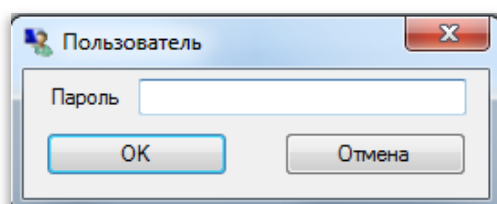

Рисунок 18 – Запрос пароля
2.6.2 При этом запрашивается ввод пароля* (см. рисунок 18). С помощью клавиатуры необходимо ввести набор символов, являющийся паролем и нажать «**ОК**».